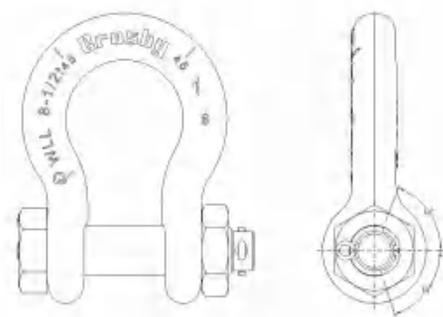

图1
2. 尖脚应按照下图图1所示,向相反方向弯折包绕螺栓或销轴。